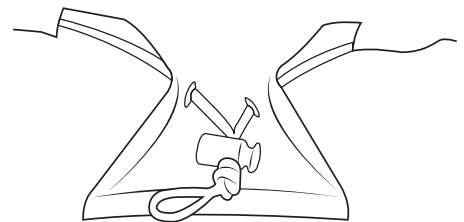

Fig. 9
4. Cinch the elastic band to tightly secure the cover to the apron. [fig. 9]
4. Ajuste la banda elástica para asegurar la cubierta al cinturón delantal. [fig. 9]